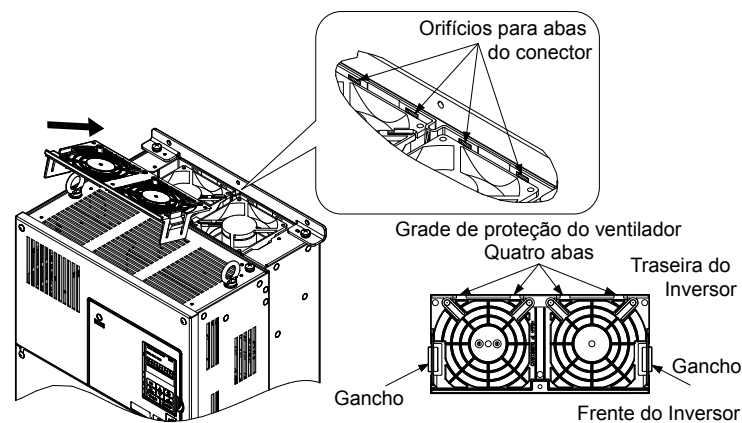

Figura 7.18 Recoloca a guarda de proteção do ventilador: 4A0088 e 4A0103
3. Incline a guarda de proteção do ventilador como mostrado na **Figura 7.18** e insira as abas de conector nos orifícios correspondentes no inversor.